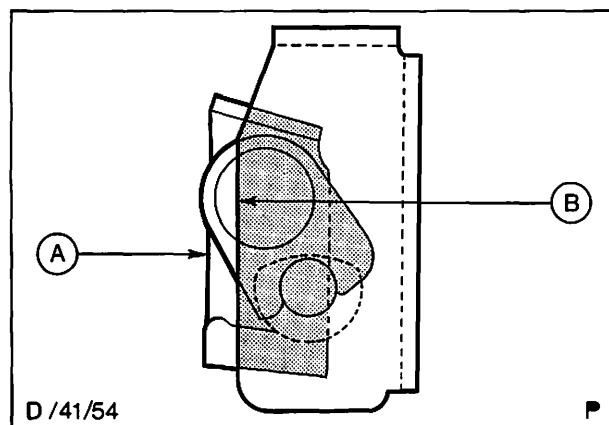

Abb. 53 Ausrichtung Türschloßflansch A – Schließdornplatte B (Außenkanten verlaufen parallel zueinander)
1. Tür bis zur ersten Raste schließen. Außenkante – Schließdornplatte und Außenkante – Türschloßflansch kontrollieren. Beide Kanten, A und B in Abb. 53 müssen parallel zueinander verlaufen. Diese Kontrolle wird am zweckmäßigsten durchgeführt, indem der Spalt zwischen der Tür und der B-Säule im Bereich des Schließdorns beleuchtet und die zu prüfenden Teile von oben oder von unten durch den Spalt kontrolliert werden.